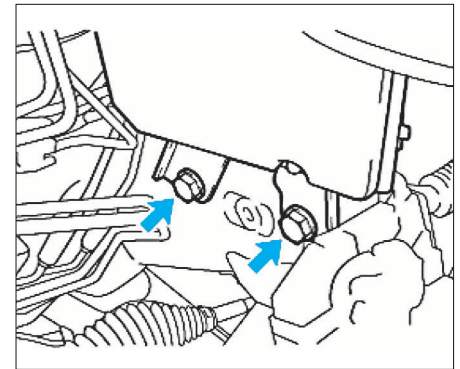

FIG. 19
- Déposer les 2 vis de fixation du bloc hydraulique avec son support puis déposer l'ensemble (fig. 19).